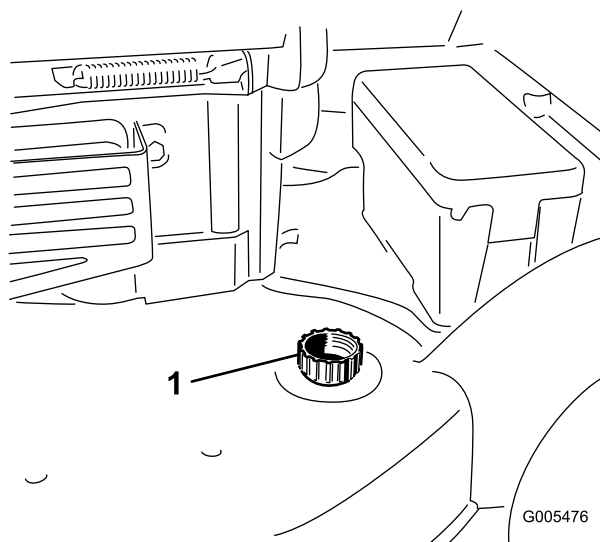

Figure 53
3. Branchez un tuyau d'arrosage relié à l'alimentation en eau au raccord de lavage du carter du plateau de coupe (Figure 53).